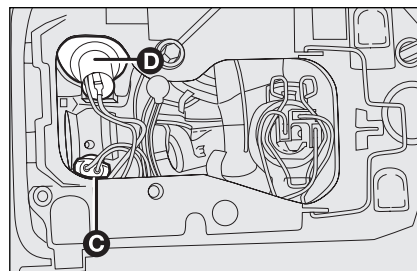

fig. 22
- ☐ ruotare il portalampada **C-fig. 22** ed asportarlo (è fissato a pressione);
- ☐ ruotare il portalampada **D-fig. 22** ed asportarlo (è fissato a pressione);